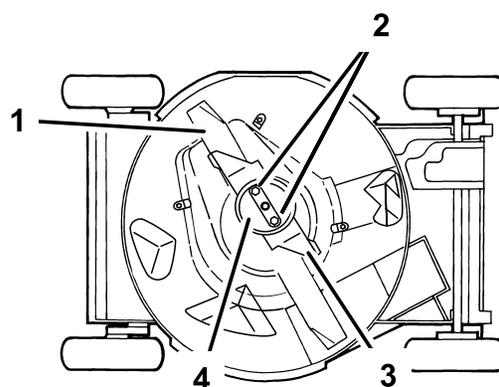

Figure 31
4. Basculez la tondeuse sur le côté **droit** (Figure 31).
Tenez la lame à son extrémité avec un chiffon ou un gant épais. Enlevez les écrous de la lame, la coupelle de protection, l'accélérateur et la lame (Figure 31).
5. Enlevez les 2 écrous de la lame, la coupelle de protection, l'accélérateur et la lame (Figure 31).